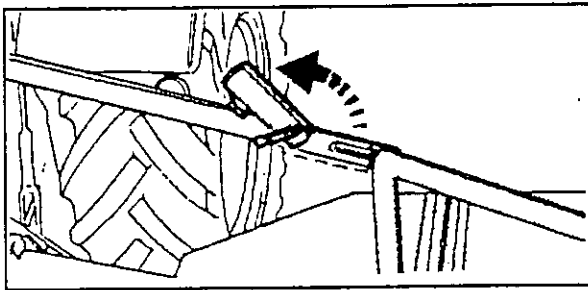

Bild 4-14
3. Sperriegel aufklappen (Bild 4-14).